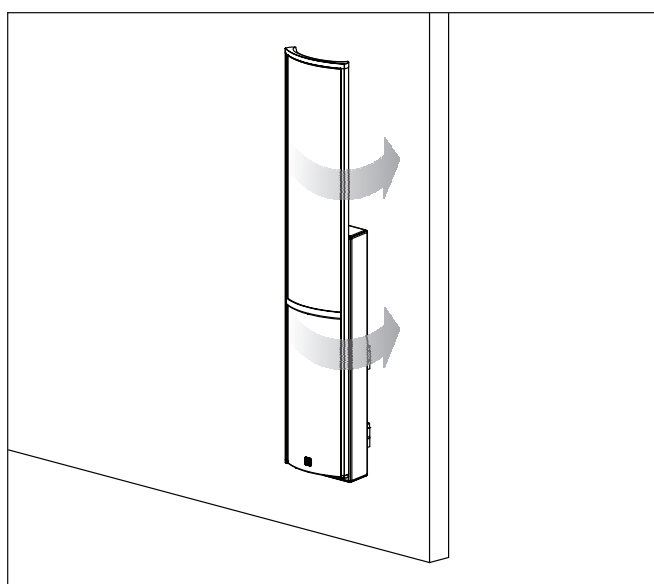

Figure 8. Étape 12
- 12 Tournez l'EFX pour qu'il pointe vers la zone d'écoute et serrez les écrous borgnes (voir figure 8).